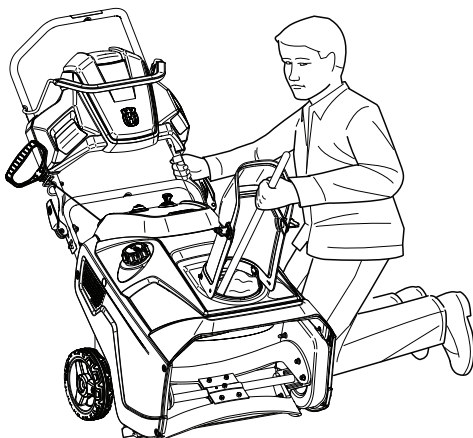

Figure 20
3. Toujours utiliser un outil d'au moins 15 pouces de long pour dégager la goulotte, non pas vos mains (Figure 20).